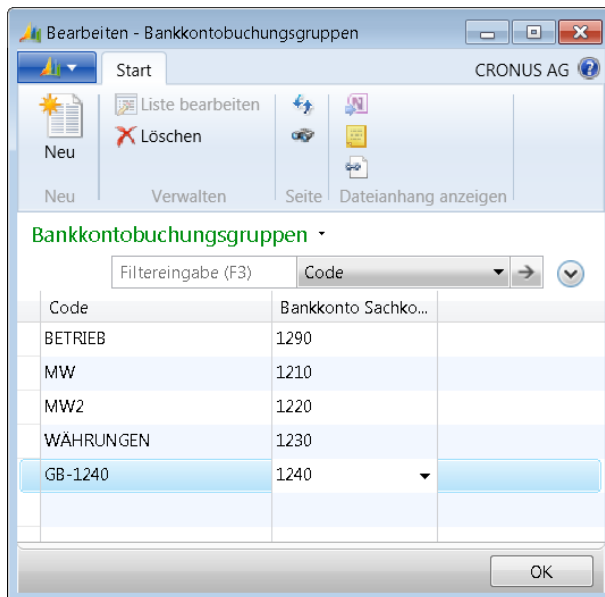

Abbildung 9.2 Bankkontobuchungsgruppe zur Verknüpfung von Bankkonto und Sachkonto
9. Um das Sachkonto mit einem Bankkonto zu verknüpfen, benötigen Sie eine eigene *Bankkontobuchungsgruppe*, die Sie über den Link *Abteilungen/Finanzmanagement/Verwaltung/Bankkontobuchungsgruppen* entsprechend der Abbildung 9.2 erfassen und über *OK* bestätigen.